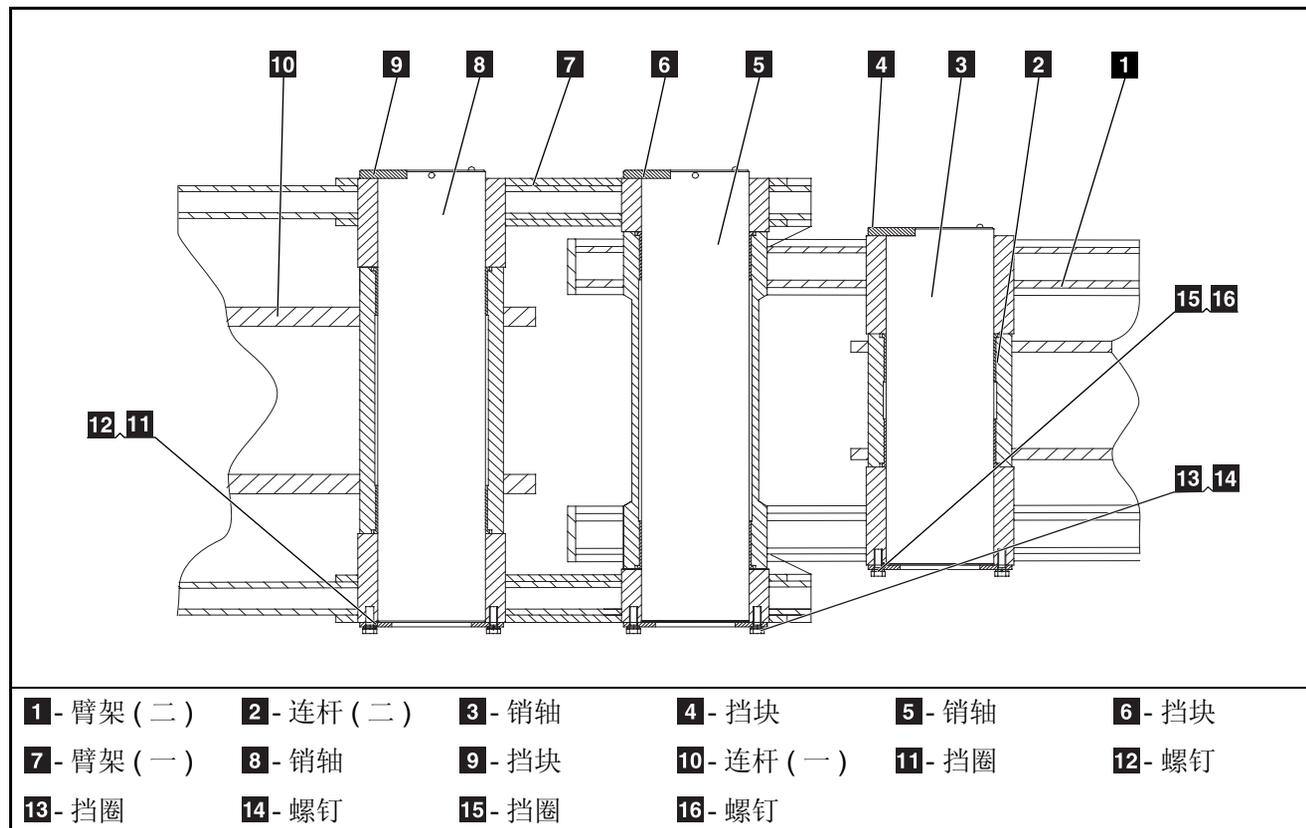

图 4-3(7) 臂架 (一)、臂架 (二)、连杆 (一)、连杆 (二) 装配关系
- 按图 4-3(7) 臂架 (一)、臂架 (二)、连杆 (一)、连杆 (二) 装配关系所示, 用扳手将挡圈螺钉松开。